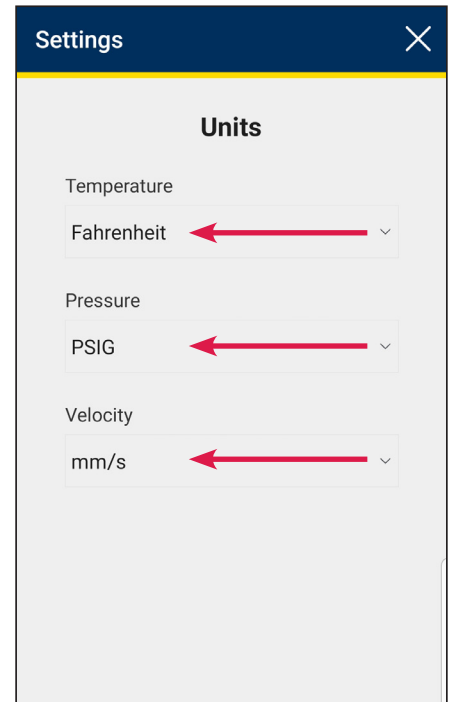

Abbildung 31
3. Wählen Sie im Dropdown-Menü die gewünschte Maßeinheit für Temperatur, Druck und Vibrationen aus (siehe Abbildung 31).